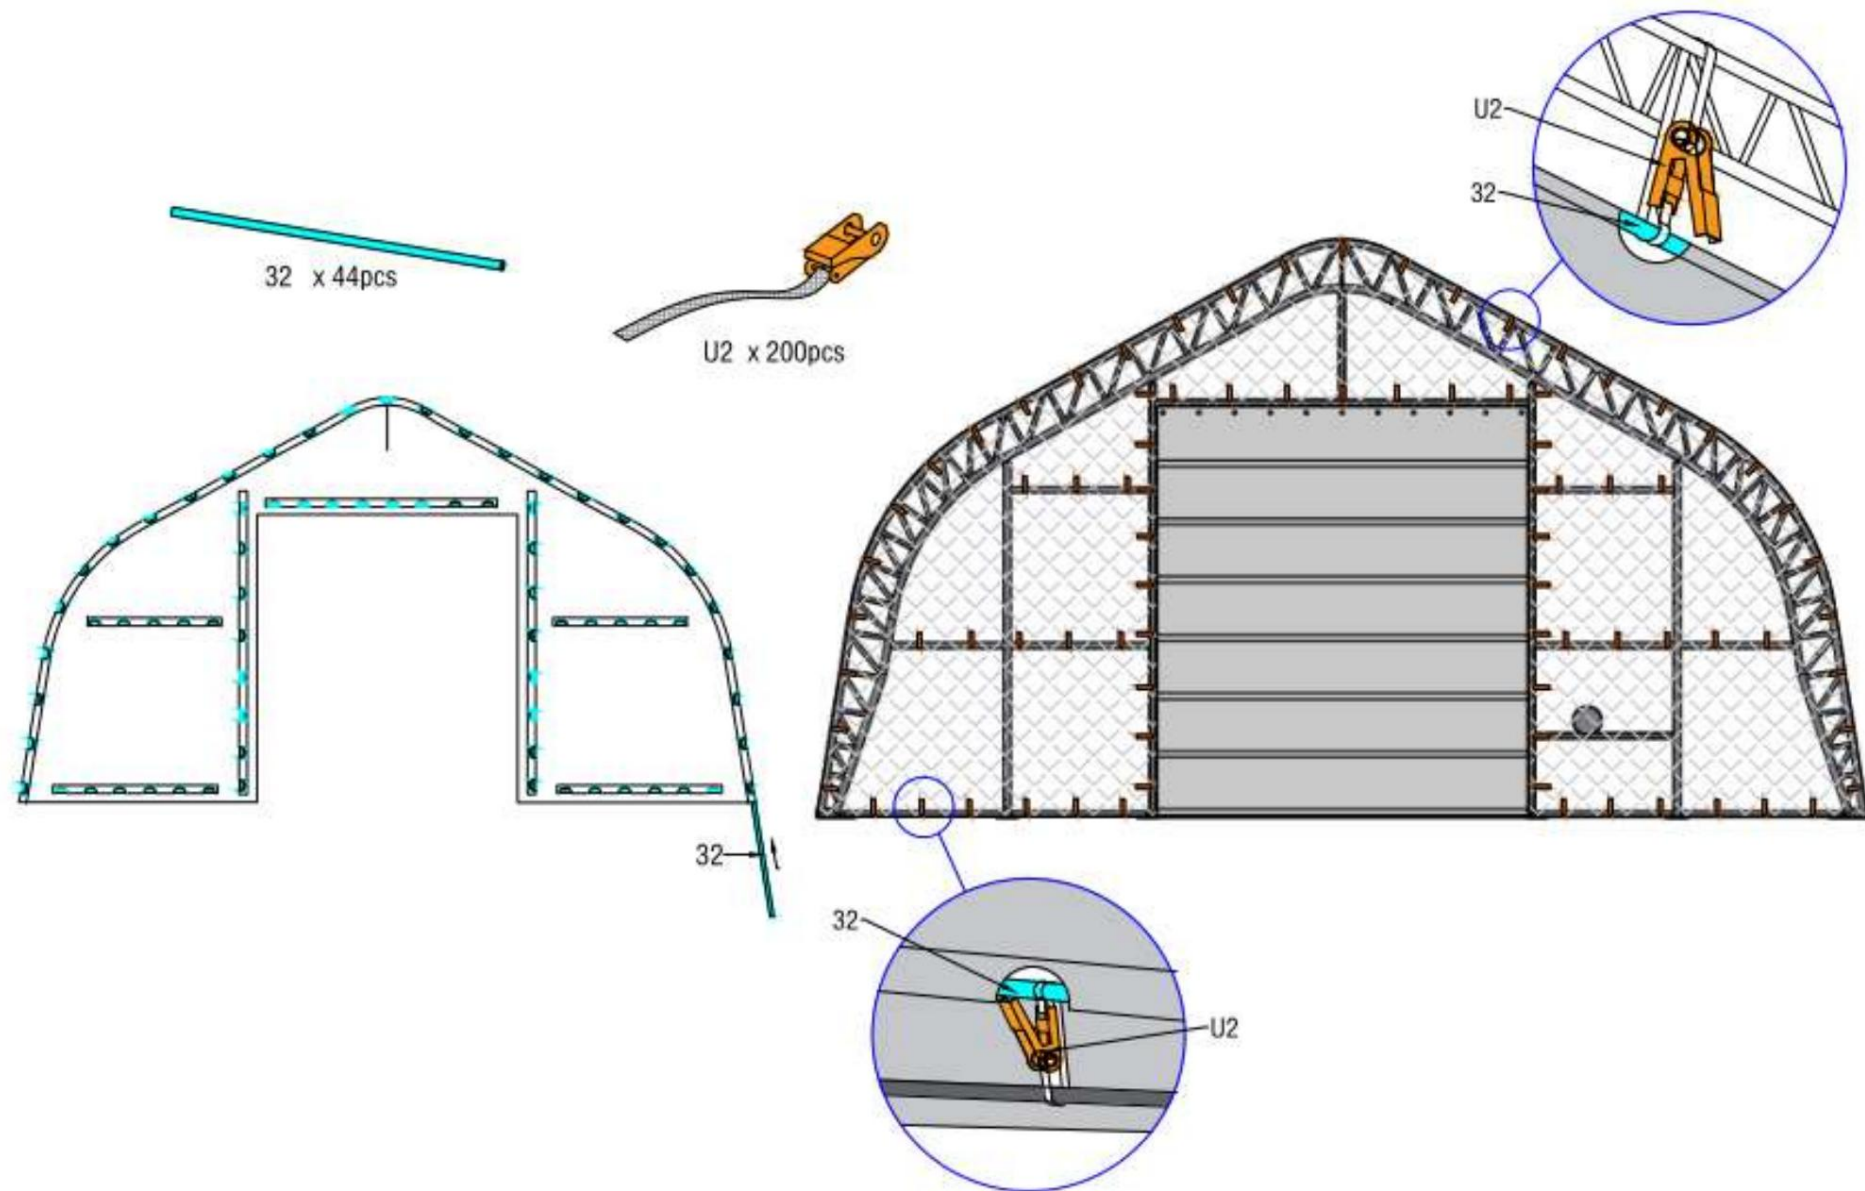

Figure 17
4. Lorsque vous fermez la porte, nous pouvons utiliser le fil d'acier de verrouillage pour la porte et le fil d'acier de verrouillage pour la poignée de la clé pour la fixer. (Figure 17).